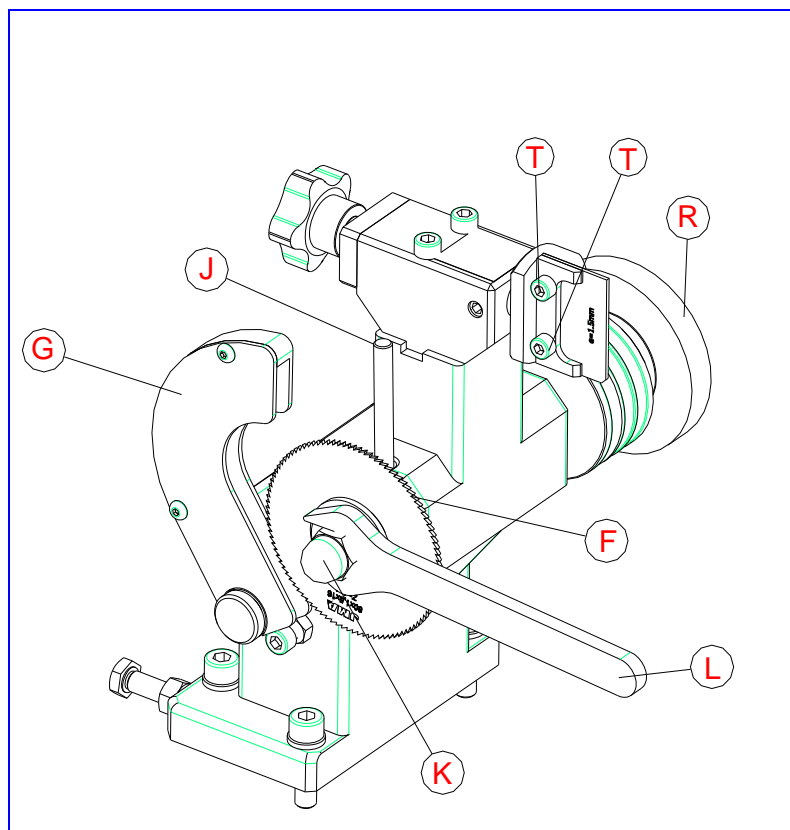

Fig.8
Para el caso de cambio de cepillo: Soltar el guarda correa y bloquear el eje de la fresa con ayuda de la varilla. Soltar el tornillo (R) con ayuda de una llave allen. Sustituir el cepillo y finalmente volver a colocar el guarda fresa. Ver Fig.8.